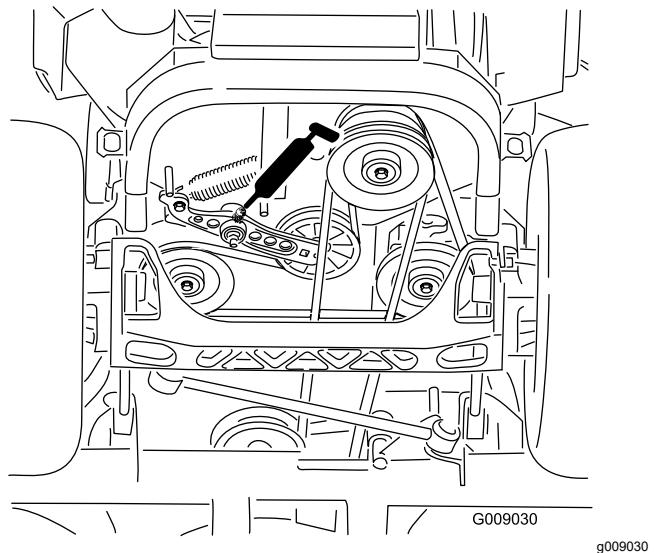

Figura 47
4. Engrase los brazos tensores de la correa de transmisión (Figura 47).